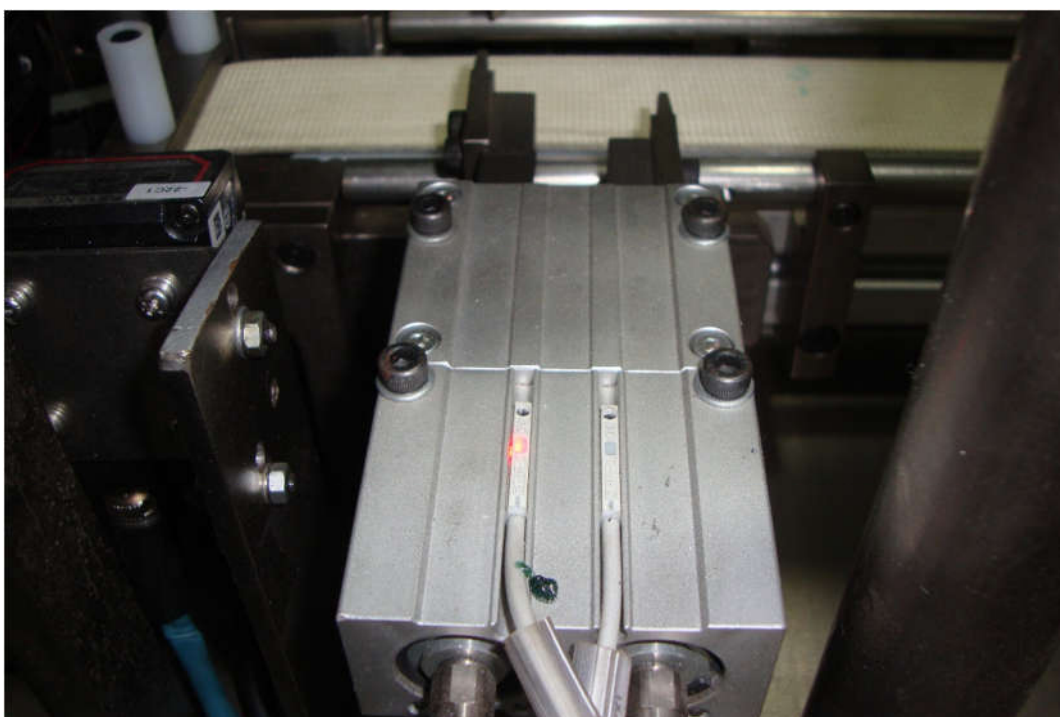

Figura 28 – Sensores Reed (Exemplo típico)
- Verificar visualmente os cabos dos sensores reed (*Figura 28*).